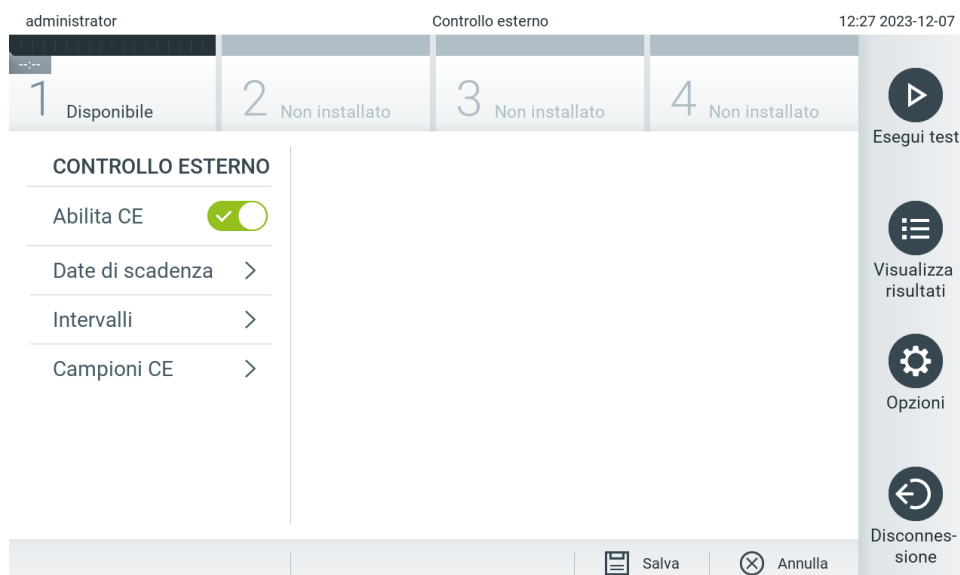

Figura 76. Schermata External Control (Controllo esterno).
3. Selezionare **Due Dates** (Date di scadenza) e poi un esame dall'elenco per vedere quando è stato eseguito l'ultimo test di controllo esterno per ciascun esame e modulo analitico e quando è previsto il prossimo test di controllo esterno (Figura 76).